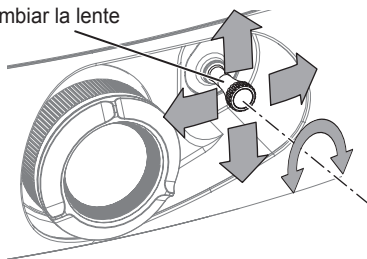

Figura 1
3) Ajuste el desplazamiento de la lente. (Figura 1)